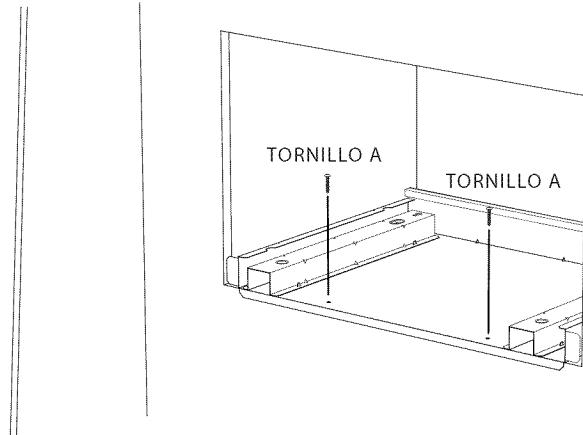

Ilustración 3
2. Asegure el conjunto del ducto inferior con dos tornillos A ($1\frac{3}{16}$ "). **IMPORTANTE:** Asegure los tornillos en el interior del gabinete. Vea la ilustración 3.